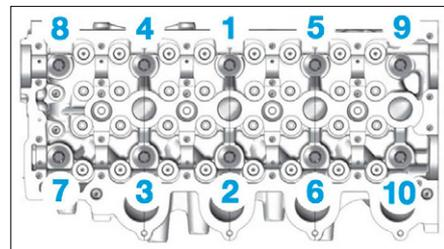

FIG. 96
- Serrer les vis de culasse en respectant l'ordre et le couple de serrage (Fig.96).